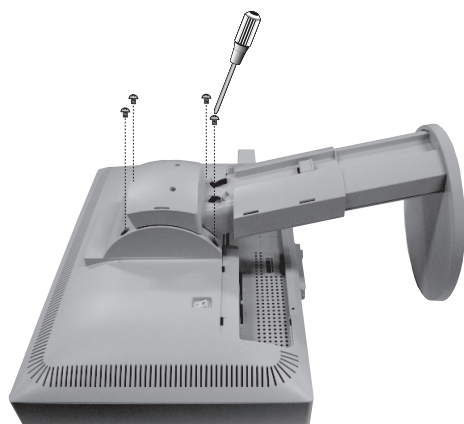

Figura M.3
3. Sistemare il monitor verso il basso su una superficie non abrasiva (**figura M.3**).
4. Togliere le 4 viti che fissano il monitor al supporto (**figura M.3**).